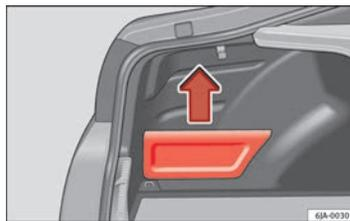

Fig. 96 Bagagliaio: vano portaoggetti
- Afferrare la copertura dal lato superiore e rimuoverla nel senso della freccia ⇒ fig. 96.